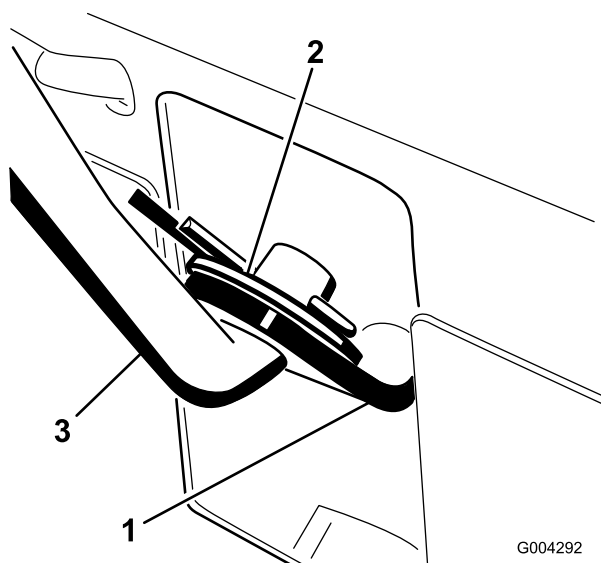

Figure 6
1. Tirez le bras de changement de vitesses (Figure 6) à fond vers l'extérieur.
- Insérez la tige de changement de vitesses dans le bras, ajoutez une rondelle plate sur la tige et fixez le tout à l'aide d'une goupille fendue (Figure 6).